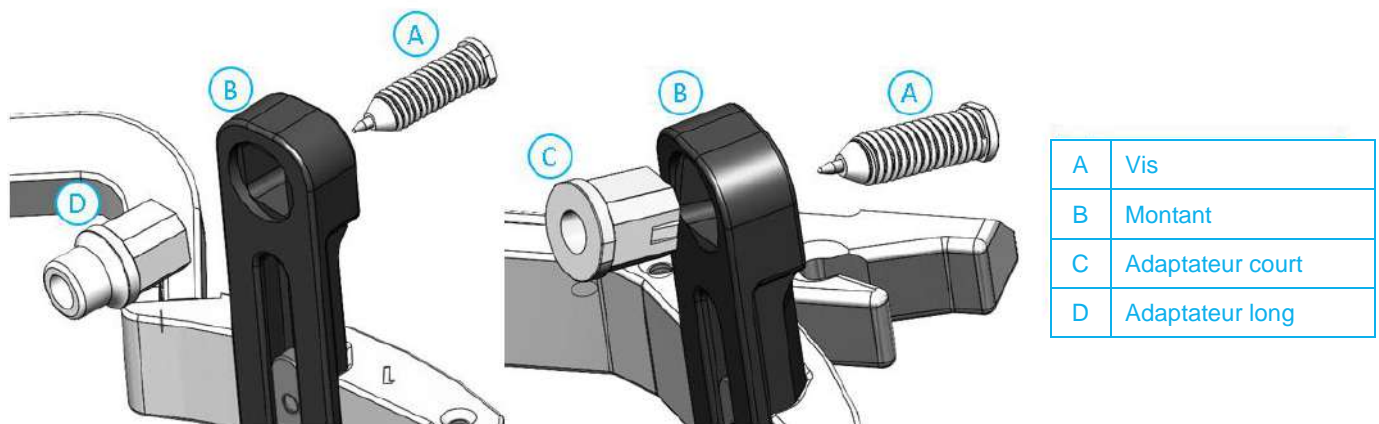

Figure 1-17 : Insertion de l'adaptateur interne dans les montants
Insérer les 4 adaptateurs dans les orifices de fixation prévus à cet effet sur les montants du cadre de tête, sur la face interne des montants (voir **Figure 1-17**). Veiller à ce que les adaptateurs soient solidement fixés aux montants du cadre de tête.
- Insérer les adaptateurs dans leurs orifices de fixation prépercés sur les montants et la barre sur la face interne du cadre (voir **Figure 1-17**).